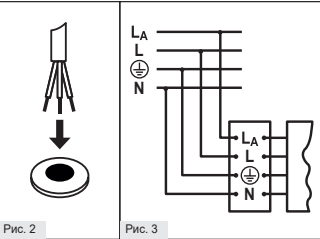

Рис. 2
- 1.4. Пропустите подготовленный кабель через отверстие в корпусе светильника (Рис. 2).